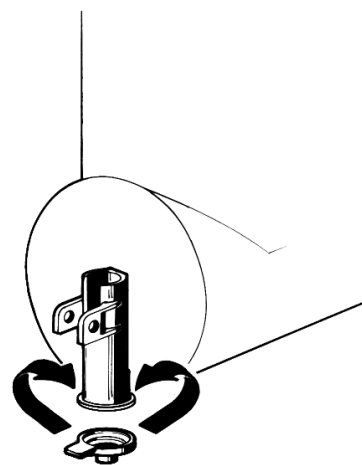

figura 5
**10** Reductor del flujo: cuando el distribuidor se utiliza para la refrigeración de bebidas se aconseja instalar, sobre el grifo, el reductor de flujo provisto (ver figura 5).